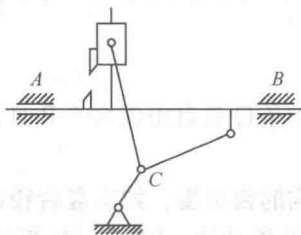

图 1-3-3
3. 计算图 1-3-3 所示的飞剪机构的自由度。[浙江大学 2010 研]